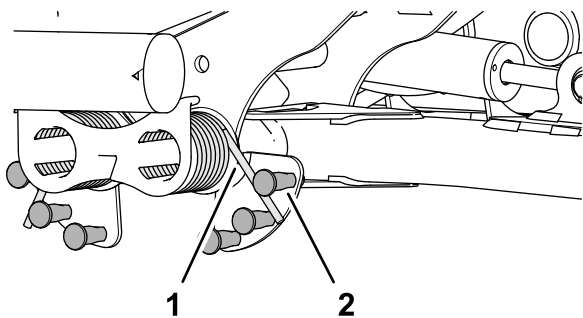

Bild 91
2. Stecken Sie das lange Ende der Gegengewichtsfeder in ein Rohr oder einen ähnlichen Gegenstand und schwenken Sie die Feder um den abgesetzten Bolzen in die gewünschte Position (Bild 91).